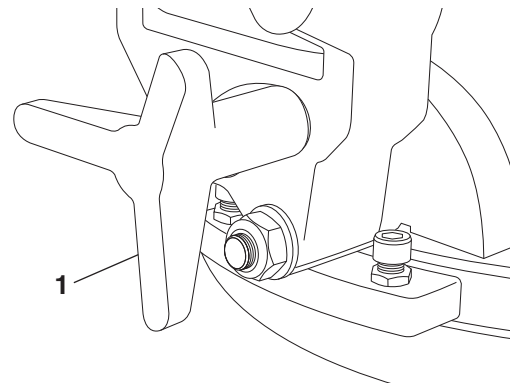
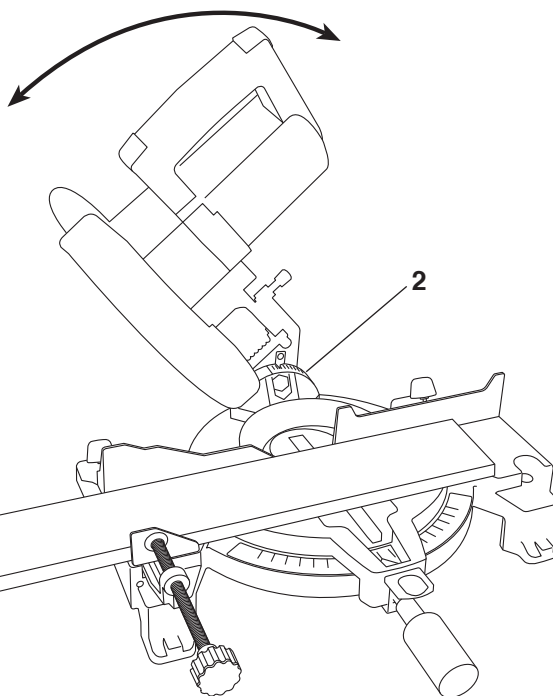

FIG. 32
FIG. 33
1. Loosen the bevel lock knob **1** (Figure 32). Rotate the blade to the desired bevel angle using the bevel index **2**. Tighten bevel lock knob (Figure 33).
1. Desserrez le bouton de verrouillage de biseau **1** (Figure 32). Faites tourner la lame jusqu'à l'angle de biseau désiré en utilisant l'index de biseau **2**. Serrez ensuite à nouveau le bouton de verrouillage de biseau (figure 33).